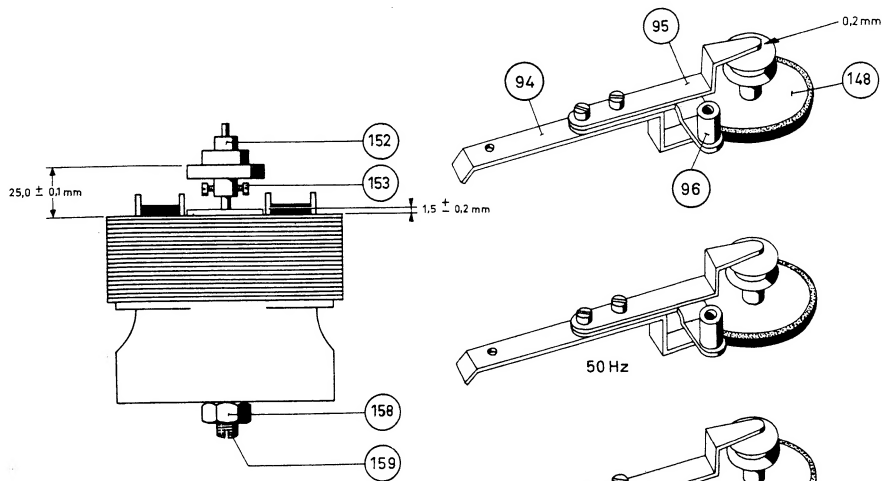

Bild 3
Die zwei Schrauben 153, die den Pulley 152 auf der Motorachse halten, losdrehen, den Pulley abnehmen (Bild 3) und Pulley 60 Hz (WT 479 47) einbauen.
- 1) Die Höhe des Pulleys 152 auf der Motorachse ist so einzustellen, dass das Gummizwischenrad 175 auf der Mitte der einzelnen Abstufungen läuft. Der Rotor des Motors soll  $1,5 \pm 0,2$  mm über das Statorpaket ragen. Die Rotorhöhe ist durch die Stellschraube 159 einzustellen (Bild 3).